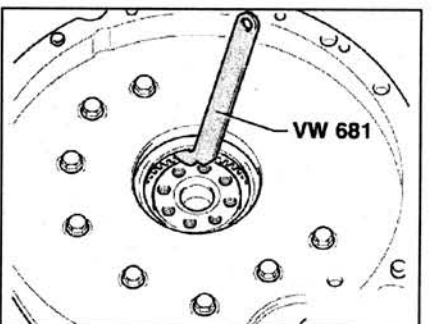

Рис. 2.60. Извлеките сальник с помощью рычага VW 681.
33. Извлеките сальник с помощью рычага VW 681 (рис. 2.60).